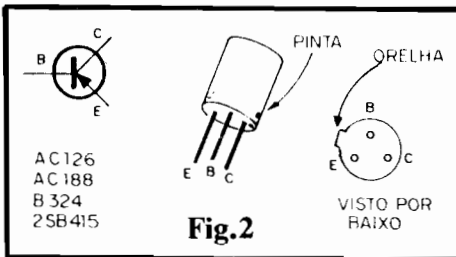

Fig. 2
- FIG. 2 - LAY OUT DO CIRCUITO IMPRESSO ESPECÍFICO - Em tamanho natural (escala 1:1) vemos a face cobreada da placa, já com seu padrão de ilhas e trilhas (as partes negras correspondem às áreas que "sobram" cobreadas após a corrosão, enquanto que as partes em branco referem-se aos setores onde a película de cobre é removida no processo...). Embora simples, pequeno e não "congestionado", convém que o Leitor/Hobbysta execute o desenho a partir de decalques ácido-resistentes, que não são muito caros, e dão excelente acabamento e precisão ao lay out. As demais técnicas para confecção e utilização de Impressos nas montagens já foram exaustivamente demonstradas aqui em APE (consultem suas coleções, se ainda tiverem dúvidas, e recorram às INSTRUÇÕES GERAIS PARA AS MONTAGENS...).
#### - FIG. 2 - O TRANSÍSTOR SENSOR